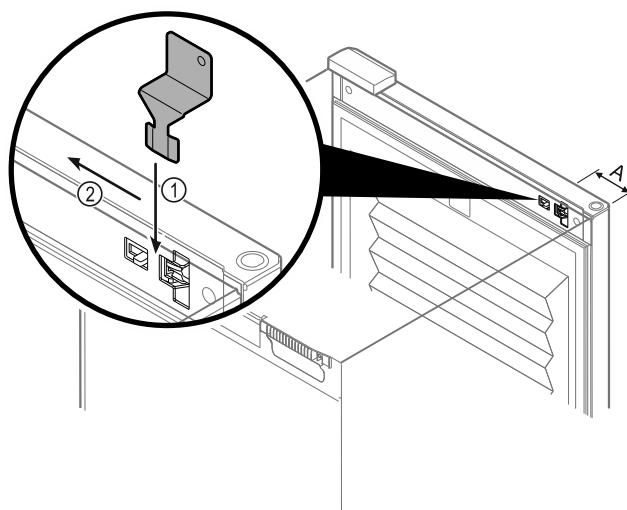

Fig. 90
- Umiestnite klúč na núdzové odomknutie na zadané miesto Fig. 90 (A) ≈ 100 mm.
- Zasuňte zhora klúč na núdzové odomknutie medzi dvere a teleso zariadenia až na doraz Fig. 90 (1).
- Vytiahnite klúč na núdzové odomknutie smerom k strane závesu Fig. 90 (2).